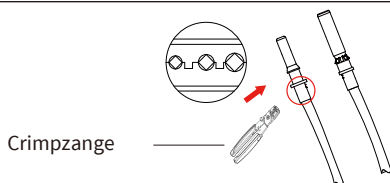

Bild 3.4 Crimpen des Kontaktstifts an Draht
b) Crimpen von Metallklemmen mit einer Crimpzange (siehe Bild 3.4).